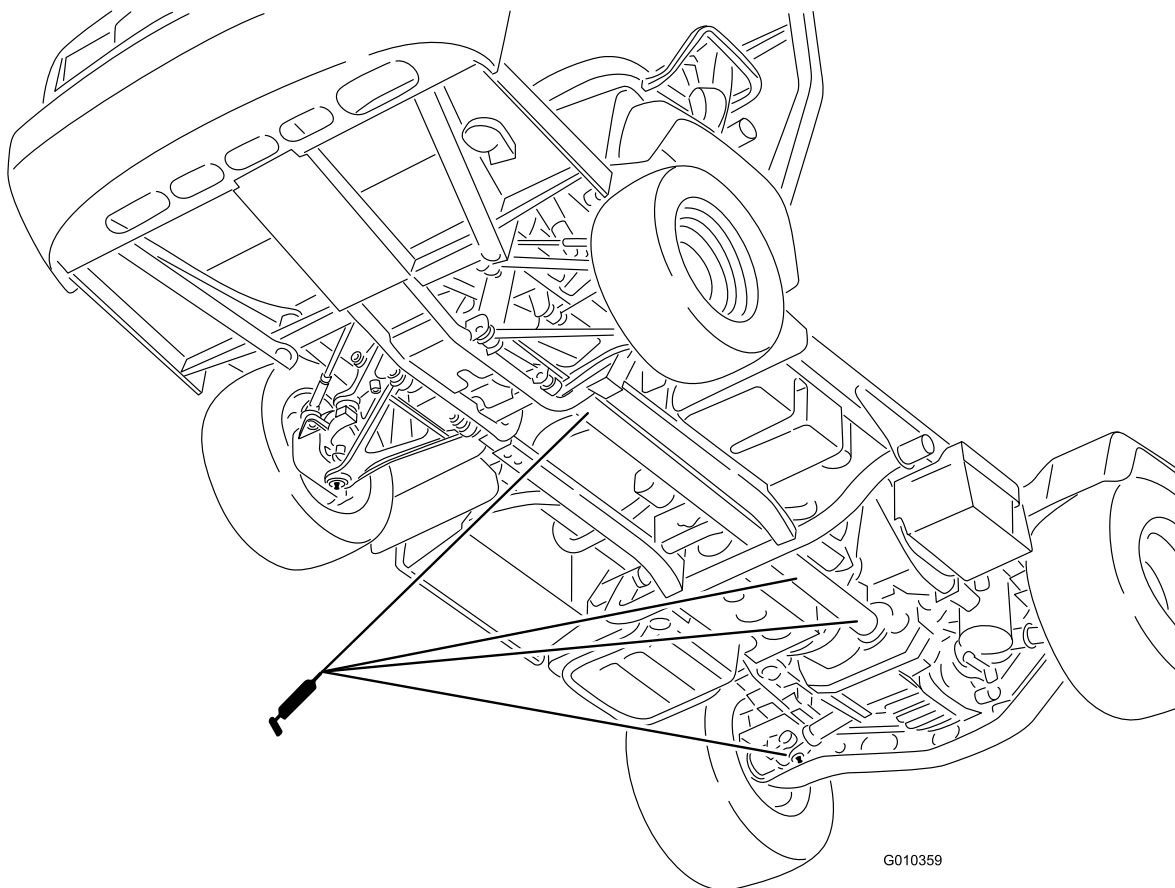

Bild 39
- U-Gelenk (18) und Allradantriebsachse (3) (Bild 39)